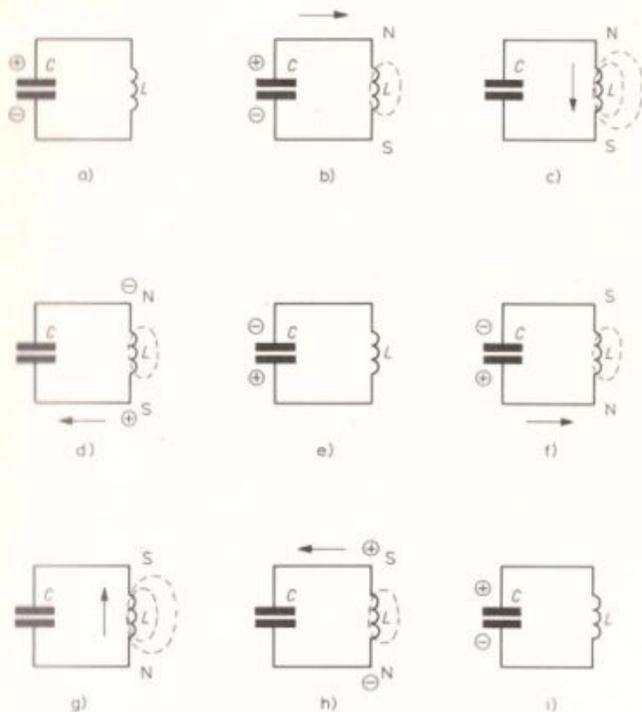

Bild 111. Wie ein Schwingkreis schwingt
Das Schaltzeichen einer Spule  $L$  zeigt Bild 110. Ganz besondere Verhältnisse ergeben sich, wenn man die Enden einer Spule mit den Anschlüssen eines Kondensators verbindet. Bild 111 a zeigt dir das. Nehmen wir an, der Kondensator  $C$  sei im Augenblick, wo er mit der Spule verbunden wird, aufgeladen (Pluspol oben). Bild 111 b zeigt, was nun geschieht:  $C$  wirkt zunächst wie eine Batterie. Der Strom fängt an, über die Spule zu fließen (Pfeilrichtung), weil sich der Kondensator über die Spule zu entladen beginnt. Dadurch bildet sich in der Spule ein Magnetfeld (punktirierte Linie), das oben seinen Nordpol (N) und unten seinen Südpol (S) hat.
Bild 111 c zeigt, daß der volle Entladestrom fließt und das Magnetfeld jetzt am stärksten ist. Dabei hat sich C entladen, und der Stromfluß müßte eigentlich aufhören.
Bild 111 d zeigt, daß das Magnetfeld tatsächlich schwächer geworden ist. Allerdings erzeugt das zusammenbrechende Magnetfeld jetzt in der Spule einen Induktionsstrom, so daß die Spule nun wie eine Batterie wirkt, die ihren Pluspol unten hat und den Kondensator C auflädt (Pfeil). Bild 111 e zeigt, daß das Magnetfeld ganz abgebaut ist und daher auch kein Induktionsstrom mehr fließt. Die Umladung des Kondensators ist also beendet, und der
Kondensator ist in diesem Augenblick genau andersherum aufgeladen als auf Bild 111 a.
Bild 111 f zeigt, daß sich nun derselbe Vorgang wie auf Bild 111 b wiederholt, nur mit entgegengesetzter Polung: Der Entladestrom fließt diesmal von unten nach oben durch die Spule, und der magnetische Nordpol bildet sich unten, der Südpol oben.
Bild 111 g entspricht dem umgepolten Bild 111 c. Bild 111 h zeigt den Augenblick, in dem (entsprechend Bild 111 d) C wieder ganz entladen ist und das zusammenbrechende Magnetfeld einen Induktionsstrom (Pfeil) hervorruft, der C in der ursprünglichen Richtung auflädt.
Bild 111 i schließlich zeigt den Augenblick, in dem das Magnetfeld ganz verschwunden ist wie auf Bild 111 e. Gleichzeitig ist C wieder in ursprünglicher Polarität aufgeladen, so daß Bild 111 i genau Bild 111 a entspricht. Nun kann sich der ganze Ablauf wiederholen.
Die auf Bild 111 gezeigte Zusammenschaltung von Kondensator C mit Spule L nennt man Schwingkreis, weil die Energie in diesem Kreis immer hin- und herschwingt; denn es wird immer abwechselnd der Kondensator voll aufgeladen und dann wieder ein Magnetfeld in der Spule erzeugt.